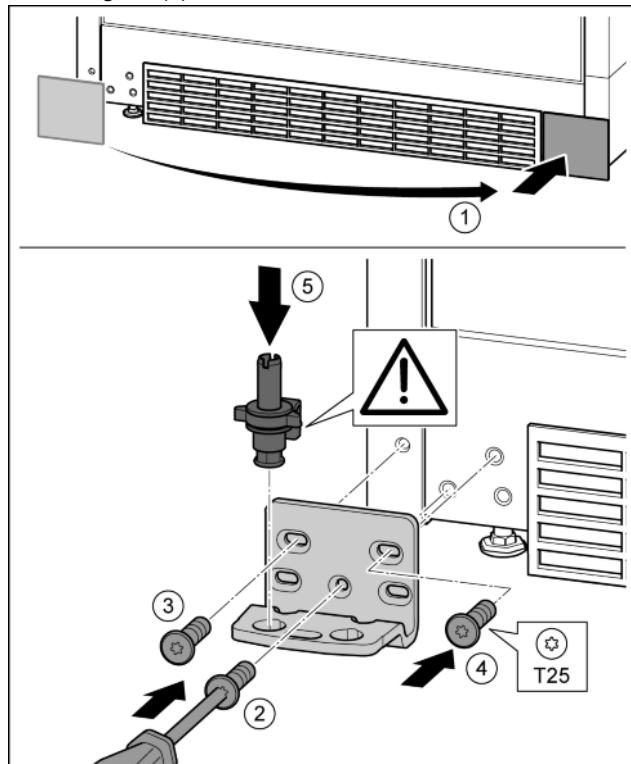

Fig. 16
- Снять крышку и поставить с другой стороны. Fig. 16 (1)
- Установить опорный кронштейн с другой стороны и прикрутить с помощью отвертки T25. Начинать с винта 2 в центре. Fig. 16 (2)
- Затянуть винты 3 и 4. Fig. 16 (3, 4)
- Снова установить опорный палец в сборе. При этом следить за тем, чтобы выступ фиксатора был направлен назад. Fig. 16 (5)